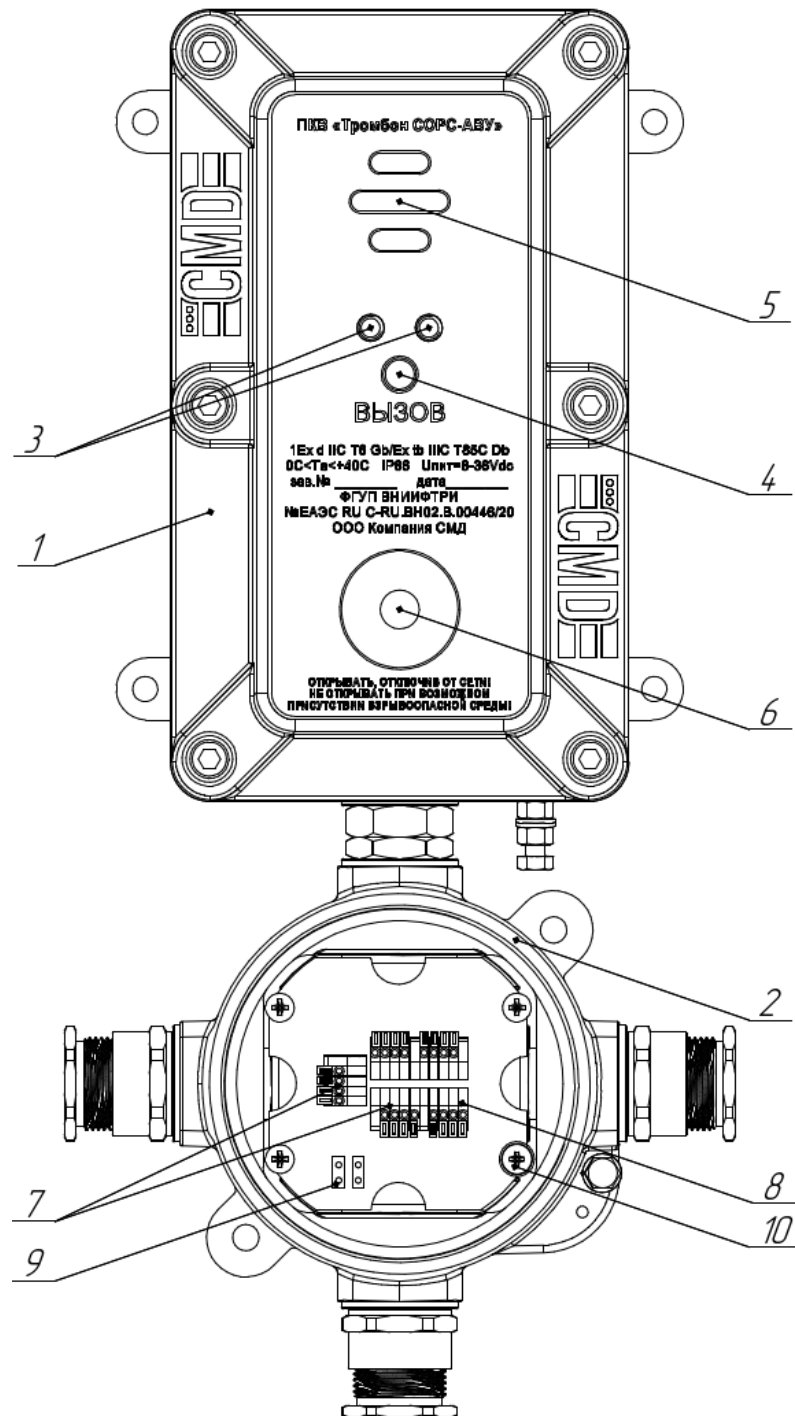

Рис. 1. Внешний вид ПКВ «Тромбон СОРС АВУ» со снятой крышкой коммутационной коробки.
5). Подключите к винту заземления внутри корпуса (рис. 1, поз. 10) экранирующую оплетку кабеля связи с ЛБС.
При изменении конфигурации системы или установке в систему ранее использованного АВУ, необходимо выполнить смену его адреса на заводской (по умолчанию). Только после этого возможно запрограммировать это АВУ в систему. Для смены адреса на заводской необходимо на клеммы АВУ рис. 1 поз. 3 установить перемычку, после этого подать питание на АВУ. Адрес АВУ будет заменен на заводской. После этого необходимо снять перемычку и запрограммировать АВУ в систему.